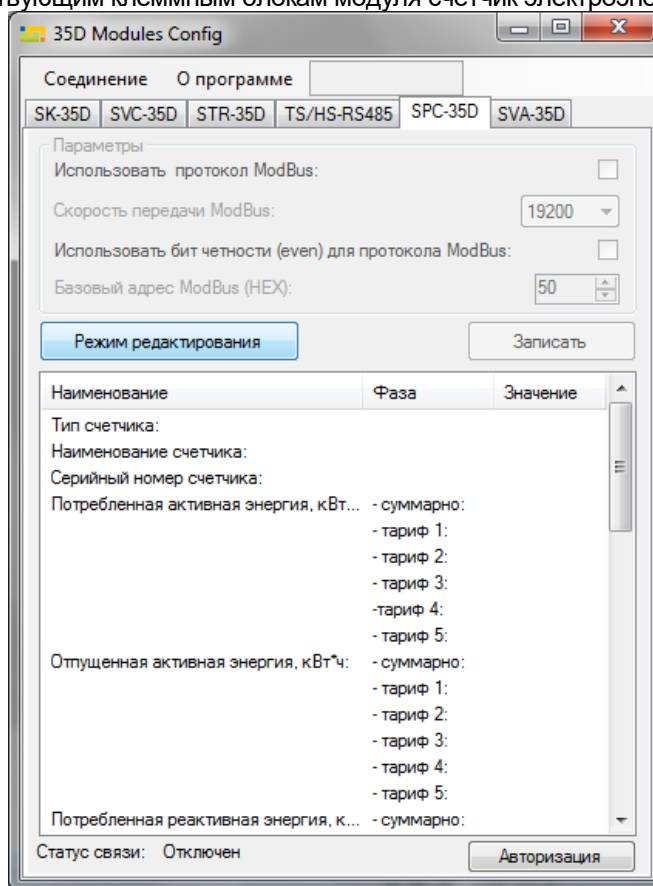

Рисунок 5 – Внешний вид окна ПО 35D_config.exe
- в открывшемся окне (см. рисунок 5) перейдите на вкладку **SPC-35D**;